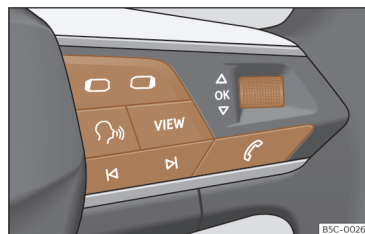

Fig. 11 Lado direito do volante multifunções: botões para utilizar os menus e as indicações informativas do painel de instrumentos (segundo versões).
Enquanto existir uma advertência com prioridade 1 >>> Página 24, não será possível aceder a nenhum menu. Algumas advertências podem ser confirmadas e ocultadas com o botão **OK** do volante multifunções >>> **Fig. 11**.
- Se aparecer uma mensagem ou o pictograma de um veículo, pressione o botão **OK** >>> Fig. 11; se for necessário, várias vezes.